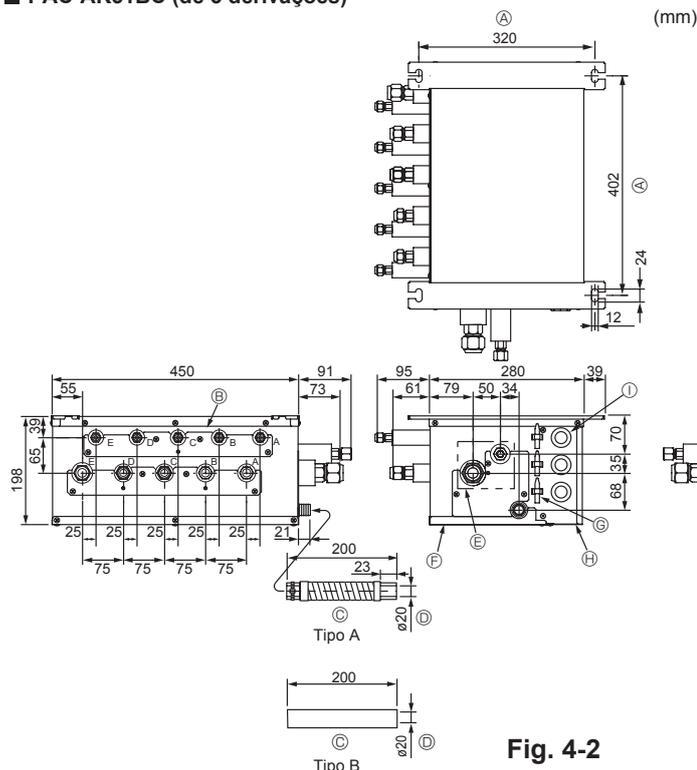

Fig. 4-2
■ PAC-AK51BC (Fig.4-2)
- (1) Instale os parafusos de suspensão (adquira localmente) à distância especificada. (Fig. 4-2, 4-3)